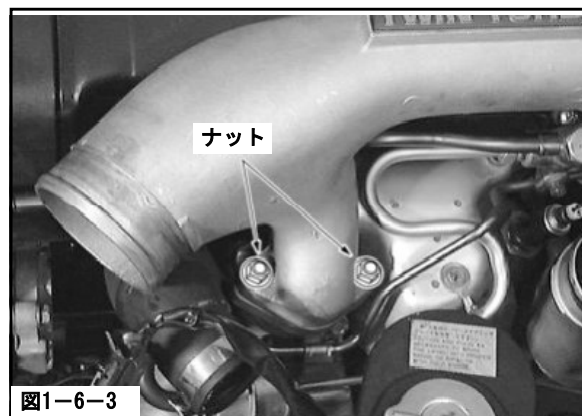

図1-6-3
- (3) フロント側のナット(2個)を取外してください。(図1-6-3)